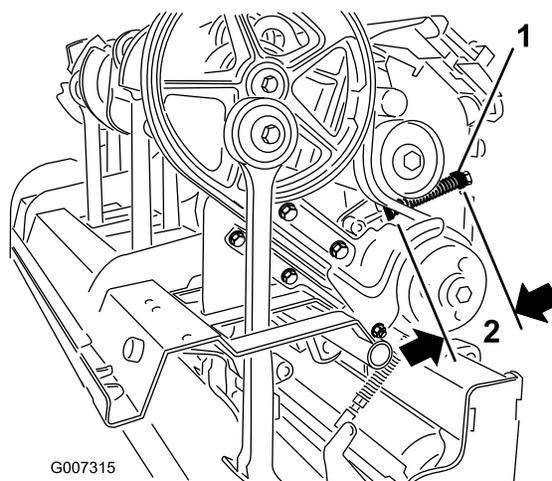

Figura 34
- C. Allentate il dado di bloccaggio che fissa il fermo della molla (Figura 34).
- D. Regolate il fermo della molla per ottenere la lunghezza della molla compressa richiesta (Figura 34).